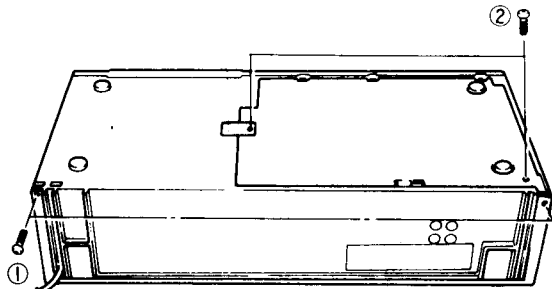

Fig. 2 Abb. 2
2. **Top Cover (Fig. 2)**
3. **Bottom Cover (Fig. 2)**
2. **Obere Abdeckung (Abb. 2)**
3. **Boden-Abdeckung (Abb. 2)**
2. **Couvercle supérieur (Fig. 2)**
3. **Couvercle inférieur (Fig. 2)**